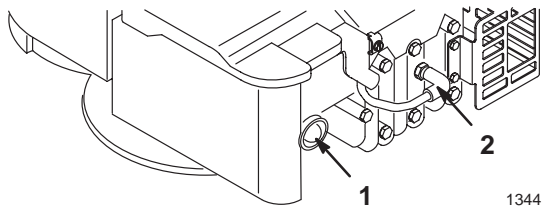

Figure 7
1. Branchez la bougie (Fig. 7).
2. Appuyez sur l'amorceur à trois reprises, en marquant une pause d'une seconde chaque fois (Fig. 7).